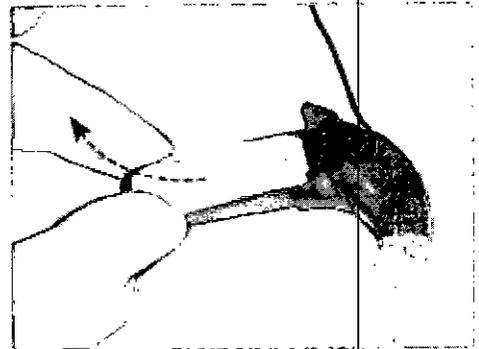

Fig. 11 Quitar la PowerPack del portabaterías
2. Sostenga la PowerPack entre el pulgar y el índice, levante la parte posterior de la misma (vea Fig. 11) para que se deslice hacia fuera por debajo de las esquinas salientes del portabaterías, después retírela del portabaterías.